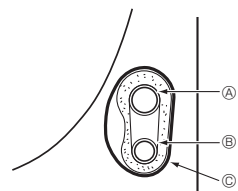

Fig. 4-4
4.3.1. Rangement dans l'espace destiné à la tuyauterie de l'appareil (Fig. 4-4)